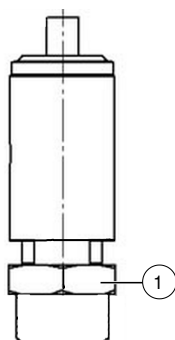
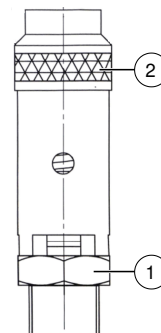

Fig. 27 – Soupape de sécurité - Raccord de 1/4"
Fig. 28 – Soupape de sécurité - Raccord de 1/2"
2. Ouvrez la soupape de sécurité pendant quelques secondes en tournant l'écrou moleté (Fig. 28 à la page 46) dans le sens antihoraire. Pendant ce processus, la fermeture de la soupape de sécurité s'ouvre et de l'air doit s'échapper.
1. Placez une clé à fourche à la surface de la clé (voir pos. 1, Fig. 27 à la page 46 et Fig. 28 à la page 46) et dévissez la soupape de sécurité par une rotation vers la gauche.